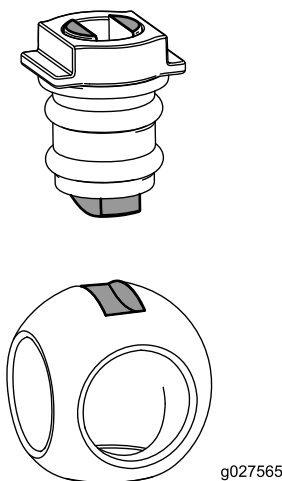

Рисунок 116
6. Вставьте шар в корпус клапана (Рисунок 116).
Примечание: Шток клапана должен быть установлен внутри паза привода шара. Если шток клапана не устанавливается в него, отрегулируйте положение шара (Рисунок 116).